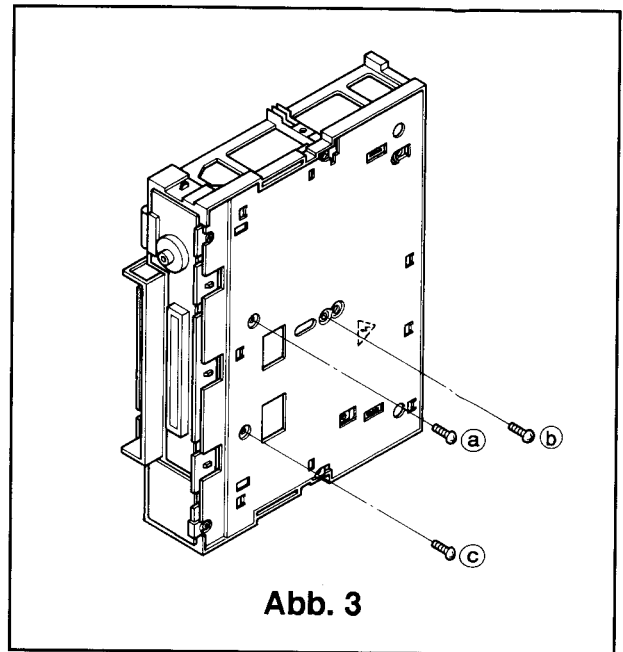

Abb. 3
- ② Die beiden innenliegenden Halter (f und g) von der Bodenplatte lösen und die Bodenplatte zur Rückseite hin schieben und entfernen.
- ① Die von Bodenplatte zugänglichen drei Schrauben (a, b, c) entfernen. (Siehe Abb.3)